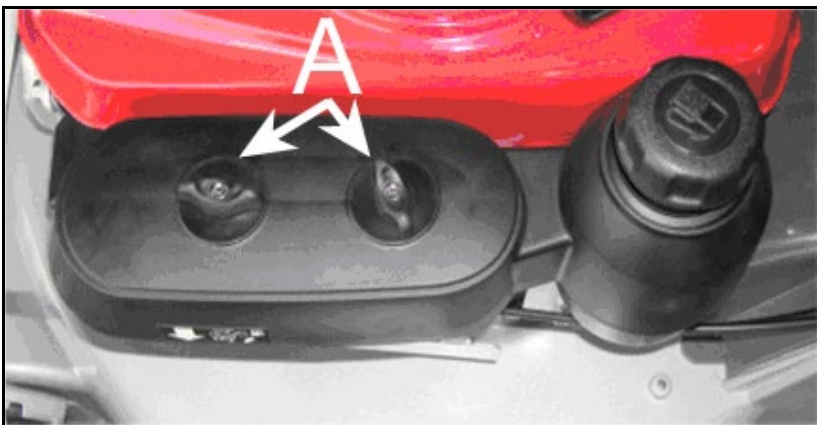
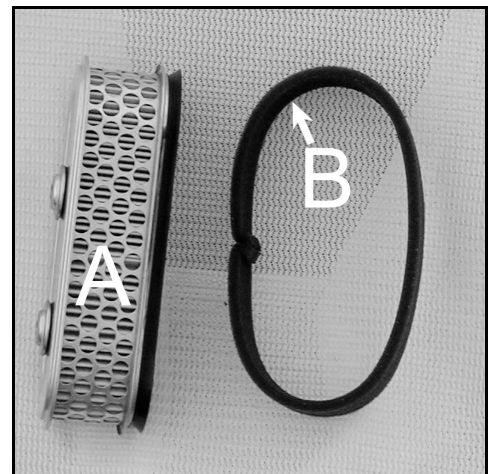

Figure 15
Figure 16
- Déposez le filtre à air (figure 15, repère A) en dévissant les 2 vis qui le maintiennent. Nettoyez la mousse (figure 16, repère B) avec un produit spécial pour filtre à air en mousse ou du liquide vaisselle et de l'eau. Graissez-la en l'imbibant d'huile moteur. Pressez le surplus d'huile en excédent. L'élément en papier (figure 16, repère A) se nettoie à l'air comprimé à faible pression dans le sens inverse du passage de l'air. Echangez-le toutes les 300 heures.